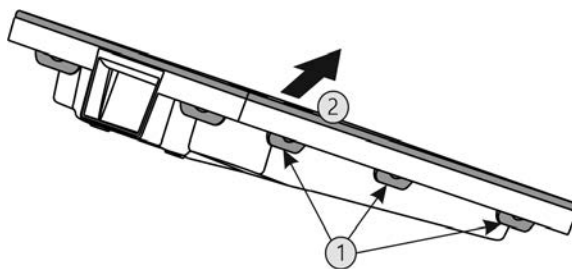

Fig. 39
- ▶ Последовательно нажать на все накладки Fig. 39 (1) и снять крышку Fig. 39 (2).